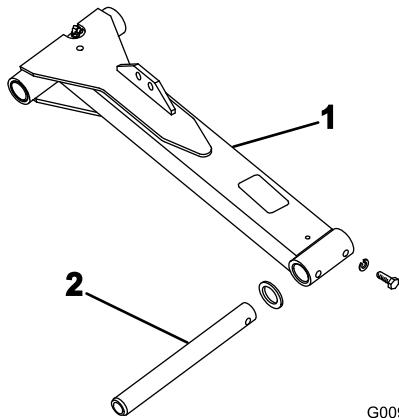

Figure 5
1. Insérez une tige de pivot dans le bras de relevage gauche et alignez les trous de fixation (Figure 5).